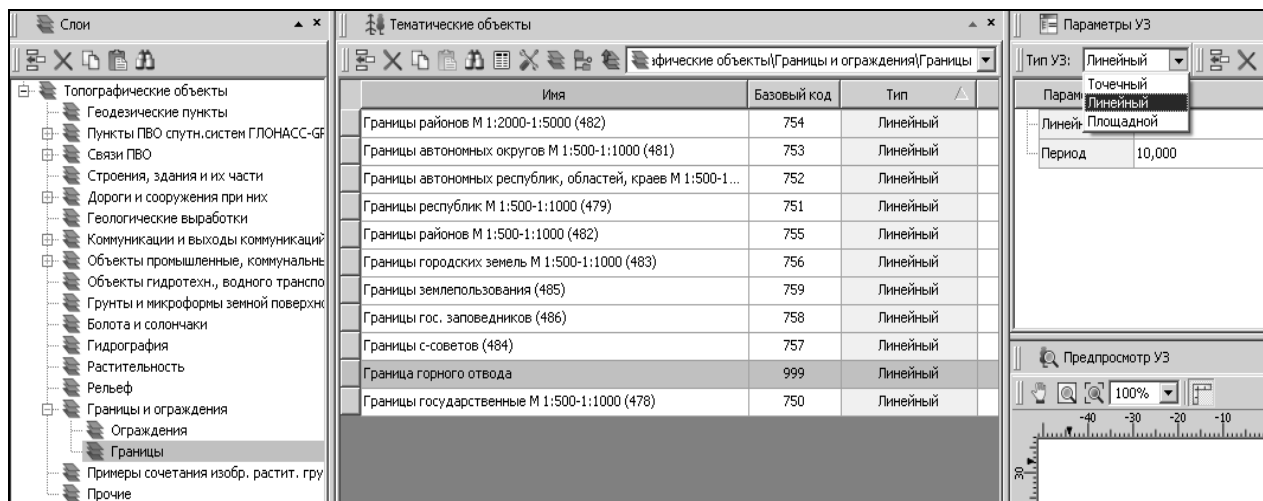

Рис. 1.13. Окно «Слои»
3. В окне СЛОИ выберите узел ГРАНИЦЫ И ОГРАЖДЕНИЯ, а в нем – узел ГРАНИЦЫ (рис. 1.13).